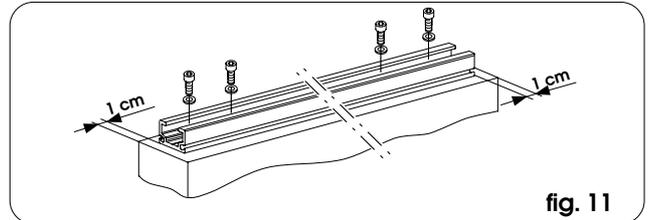

fig. 11
- Montare il profilo attacco anta sulla parte superiore dell'anta utilizzando viti adeguate, rispettando le quote riportate in fig. 11.